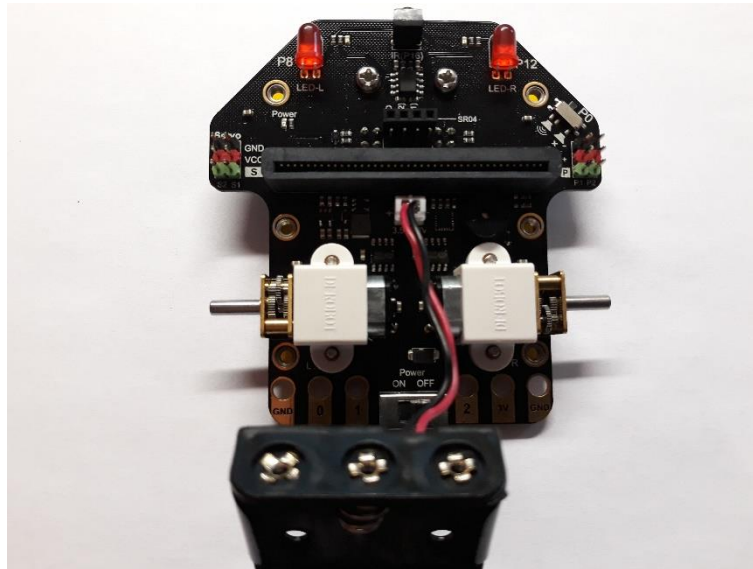

Fig. 14 : Branchement du boîtier à piles au corps du robot.
1. Brancher le boîtier à piles au corps du robot (fig. 14).